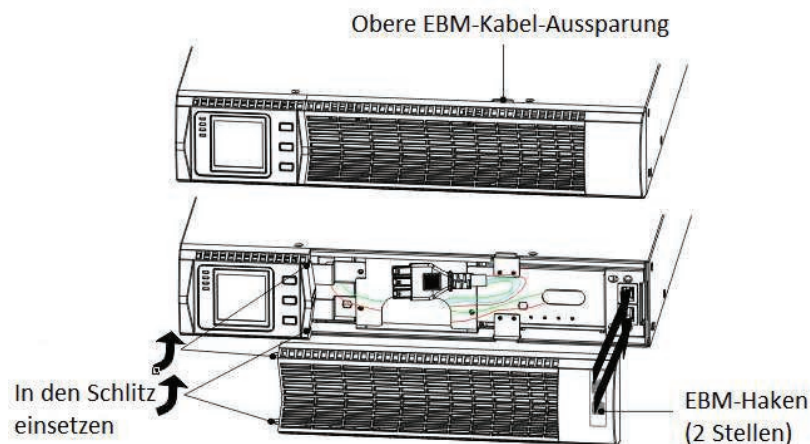

**Abbildung 8 Anschließen der internen Akkus der USV**
2. Den internen Akkuverbinder anschließen (siehe Abbildung 8)